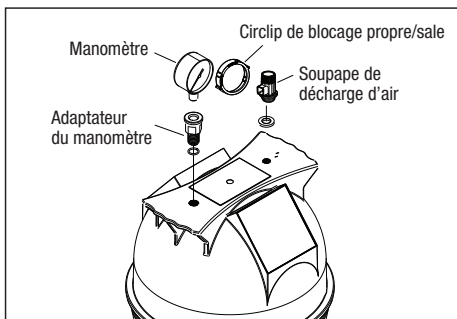

Figure 2. Ensemble manomètre/soupape de décharge d'air
4. Installer l'ensemble manomètre et adaptateur dans le trou fileté marqué « Manomètre » sur le dessus du filtre. Voir la Figure 2.
5. Installer la soupape de décharge d'air dans l'ouverture filetée marquée « Décharge d'air » sur le dessus du filtre. Voir la Figure 2.
**REMARQUE :** Le ruban en Teflon est inclus dans le sac d'accessoires.(2) à quatre (4) fois sur une période de 24 heures.